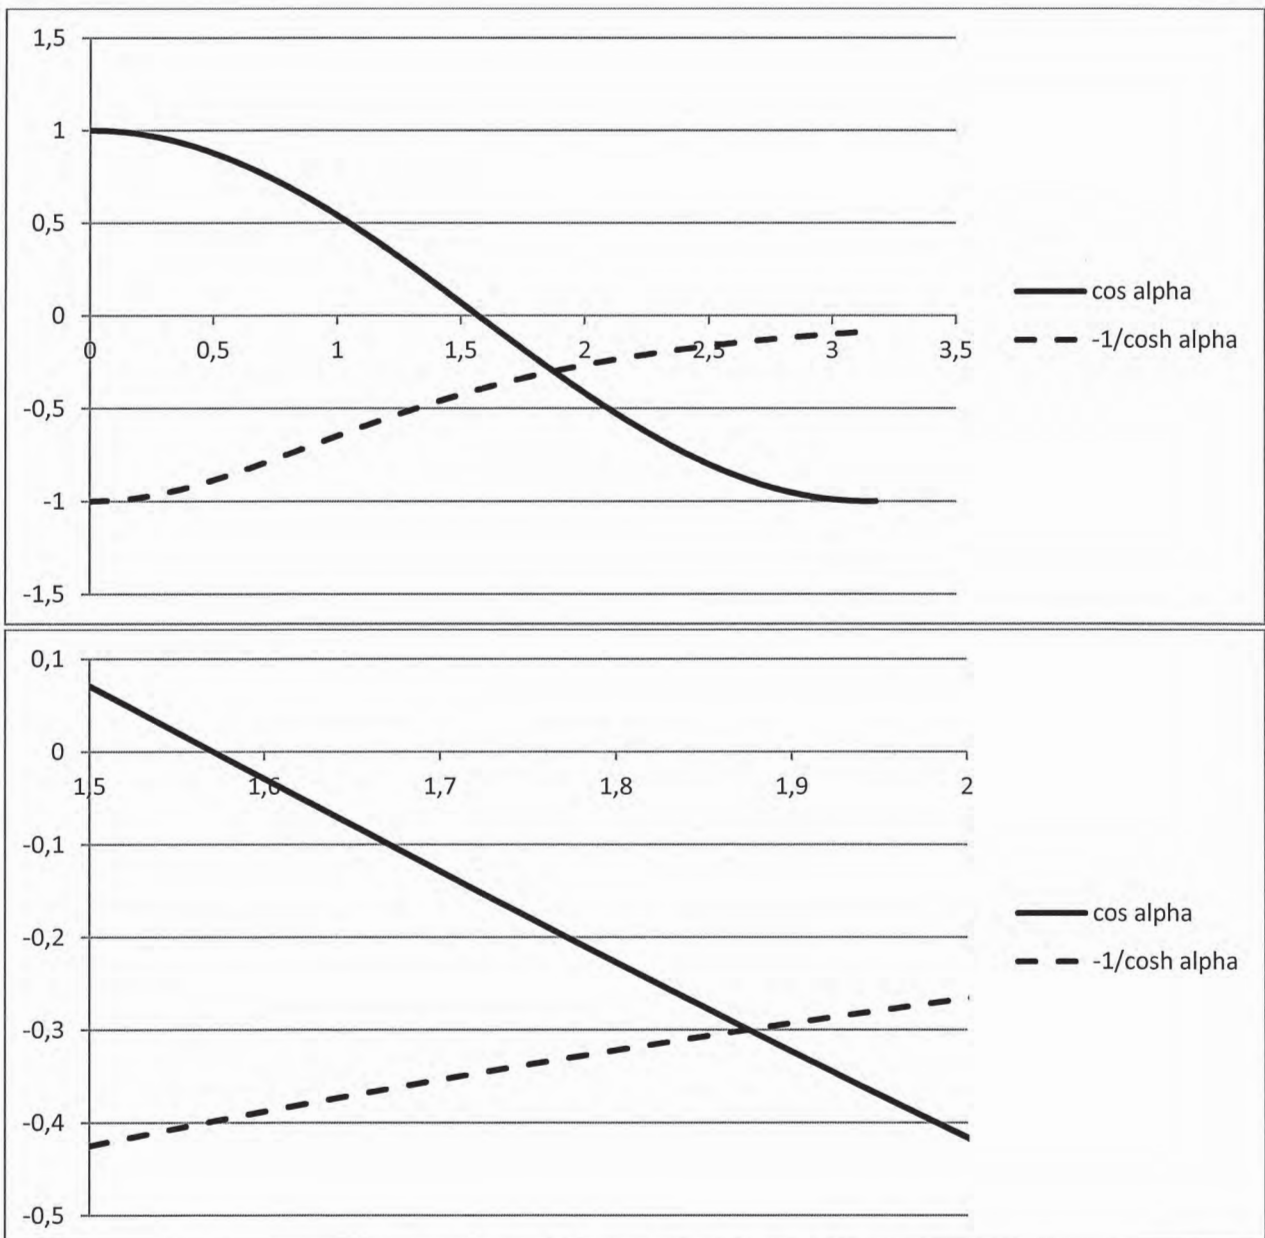

Figure 14 : simulation numérique
**Question 30 :** à l'aide de la figure 14 (simulation numérique et zoom) ou d'une résolution numérique, déterminer les valeurs de  $\alpha_i = K_i L$ .